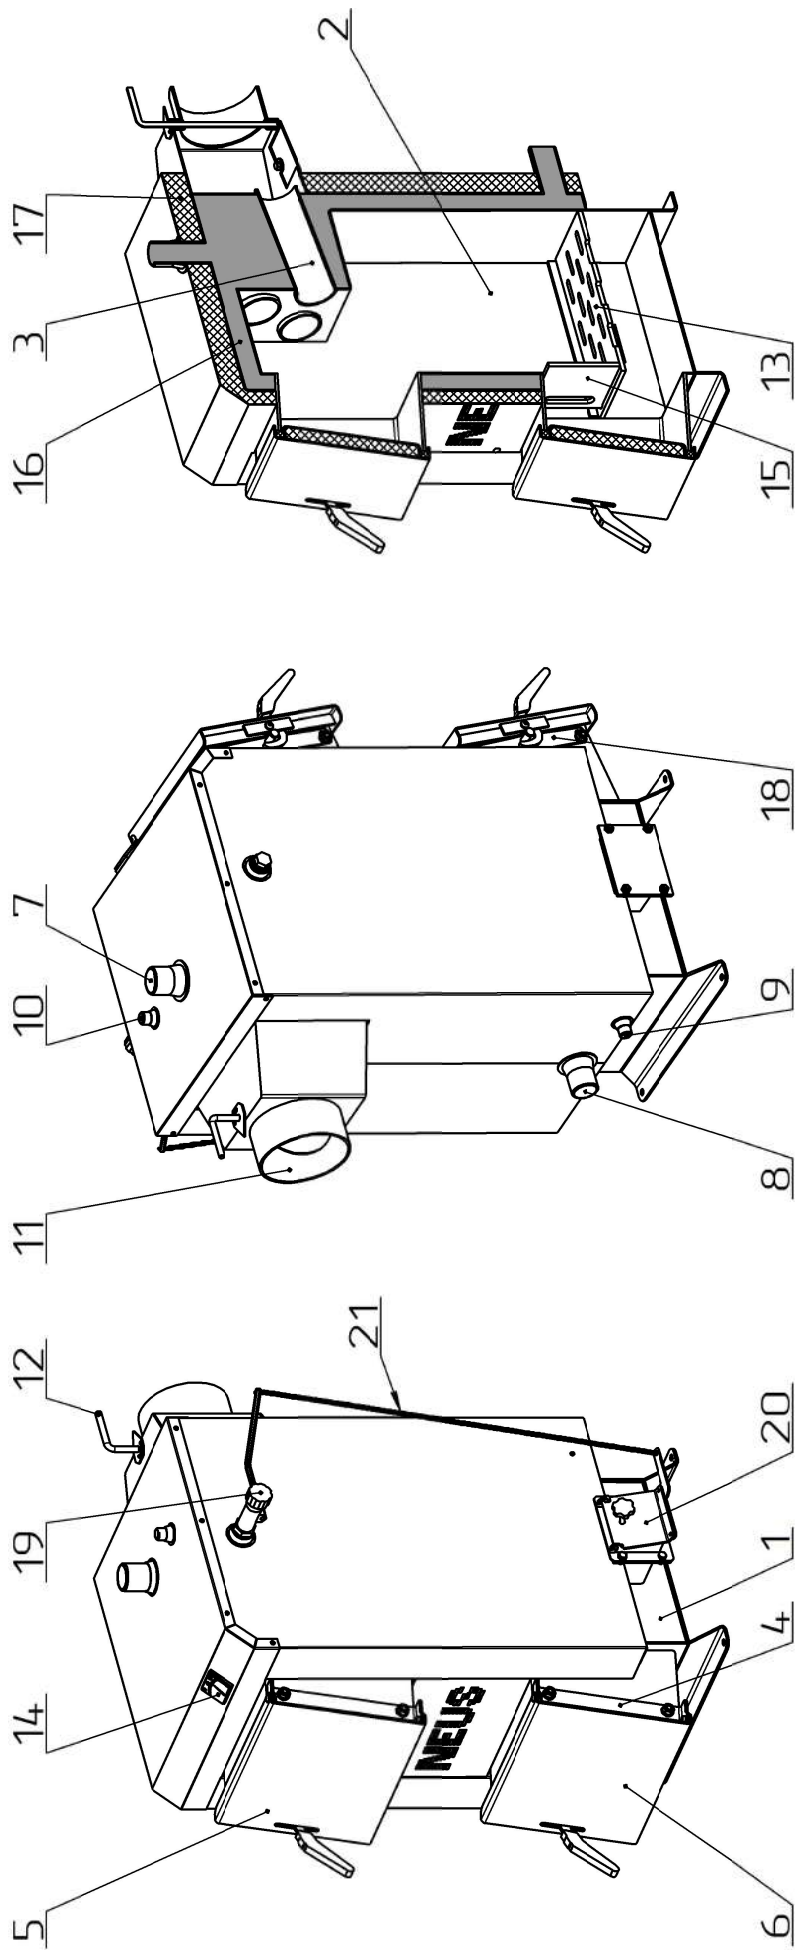

Рисунок 2 – Основні елементи котла Неус-Економ
Конструктивно котел являє собою збірно-зварену конструкцію, що складається з корпусу (поз. 1, рис. 2) з камерою згоряння (топкою) (поз. 2, рис. 2). Конвекційна частина котла складається з трубного теплообмінника (поз. 3, рис. 2), який розташований безпосередньо над топкою.
Корпус котла виконаний в формі паралелепіпеду з подвійними стінками, які розділені водними перегородками (поз. 16, рис. 2). На зовнішній поверхні корпусу під декоративною обшивкою закріплена теплова ізоляція. (поз. 17, рис. 2).
Паливо для процесу спалення завантажується на колосникові ґрати (поз. 13, рис. 2) крізь завантажувальні дверцята (поз. 5, рис. 2). Згоряння палива в топці відбувається за участю повітря, яке постачається крізь вікно клапана подачі повітря (поз. 20, рис. 2), що закривається кришкою під колосникові ґрати. Кількість повітря, необхідного для процесу згоряння, регулюється механічним регулятором тяги (поз. 19, рис. 2), який шляхом натягу або послаблення ланцюга (поз. 21, рис. 2) керує положенням кришки клапана. **Регулятор тяги не входить до комплекту поставки котла.** Клапан подачі повітря та регулятор тяги можуть бути встановлені як на правій бічній стінці котла (див. рис. 2), так і на лівій.
Підведення і відведення теплоносія здійснюється відповідно через патрубки зворотної мережної води (поз. 8, рис. 2) і прямої мережної води (поз. 7, рис. 2).
Топочні гази виходять у димохід крізь боров (поз. 11, рис. 2), розташований у задній частині котла. Боров обладнано вбудованим дросельним клапаном продуктів згоряння – шибером (поз. 12, рис. 2). У випадку надто високої тяги у димоході шибер дає можливість її знизити шляхом часткового перекидання вихідного отвору борова. На рисунку 2 шибер зображено в положенні «повністю відкрито». Для того, щоб повністю перекрити боров, шибер необхідно повернути на 90°.
У верхній частині корпусу котла розташований штуцер для встановлення запобіжного клапана котла (поз. 10, рис. 2).
На задній стінці корпусу у нижній її частині розміщено штуцер для зливу води з котла (поз. 9, рис. 2).
Ревізійний дверцята (поз. 6, рис. 2), що розташовані на передній стінці котла, необхідні для періодичного чищення колосникових ґрат, а також для можливості спорожнення підколосникової зони.
Конструкцією котла передбачена можливість зміни сторони відкривання дверцят. Для того, щоб змінити положення осі відкривання дверцят з правої (відкриваються зліва направо, як зображено на рис. 2) на ліву, необхідно відкрутити дві гайки, що тримають кронштейн поз. 4 (рис. 2), зняти дверцята з кронштейном, відкрутити гвинт, що тримає пластикову ручку дверцят, розвернути ручку на 180°, та встановити її на місце, прикрутивши гвинт. Після чого відкрутити дві гайки що тримають кронштейн поз. 18 (рис. 2). Розвернувши дверцята на 180°, закріпити їх кронштейн на тому місці, де було встановлено кронштейн пальця (поз. 18, рис. 2), який, в свою чергу, закріпити на місці, де було встановлено кронштейн дверцят (поз. 4, рис. 2).
Боров котла обладнано вбудованим дросельним клапаном продуктів згоряння – шибером (поз. 12, рис. 2), за допомогою якого можна регулювати величину тяги в димоході.
Приєднання котла до опалювальної системи необхідно здійснювати за допомогою муфт або фланців. Трубопровід прямої мережної води потрібно приєднати до патрубку прямої мережної води (поз. 7, рис. 2). Трубопровід зворотної мережної води потрібно приєднати до патрубку зворотної мережної води (поз. 8, рис. 2).
Регулятор тяги (поз. 19, рис. 2) необхідно приєднати до одного з двох рівноцінних патрубків з внутрішньою різьбою, які знаходяться на правій та лівій бічних стінках котла у верхній їх частині (див. рис. 2). Різьбове з'єднання при цьому потрібно ущільнити. Патрубок без регулятора необхідно заглушити. Регулятор повернути таким чином, щоб наконечник для закріплення шестигранного важеля (з комплекту регулятора) був направлений донизу.
На місце пластикової захисної трубки необхідно вставити шестигранний важіль стороною без отвору. Для фіксації важеля необхідно затягнути гвинт. При цьому вільний кінець важеля повинен знаходитися над отвором у кришці клапана подачі повітря поз. 20 (рис. 2), а його плече повинно бути якнайближче до горизонтального положення.
Заповнення котла та всієї системи опалення водою повинно відбуватися через штуцер зливу води з котла (поз. 9, рис. 2). Заповнення необхідно робити повільно, щоб забезпечити усунення повітря з системи.
9.1.1 Провести завантажування палива в топку котла. Для цього відкрити завантажувальні дверцята (поз. 5, рис. 2) та укласти на колосникові ґрати (поз. 13, рис. 2) шар палива до меж нижньої кромки завантажувальних дверцят. На укладений шар палива розмістити розпалювальний матеріал: папір, тріски, дрова (у переліченій послідовності).